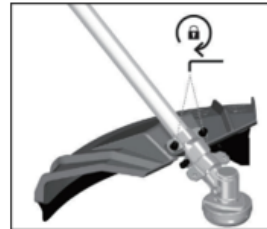

Fig.3-2
2. Montez et serrez les vis. (fig.3-2)